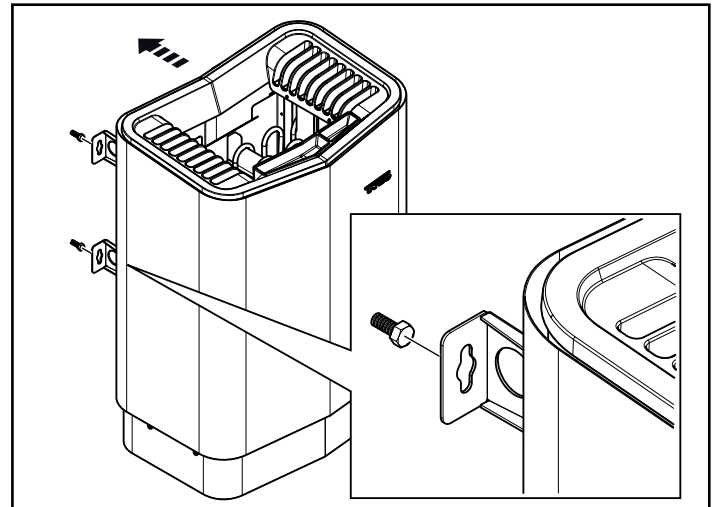

Fig 13: Häng upp aggregatet
- Häng upp aggregatet på skruvarna se Fig 13.